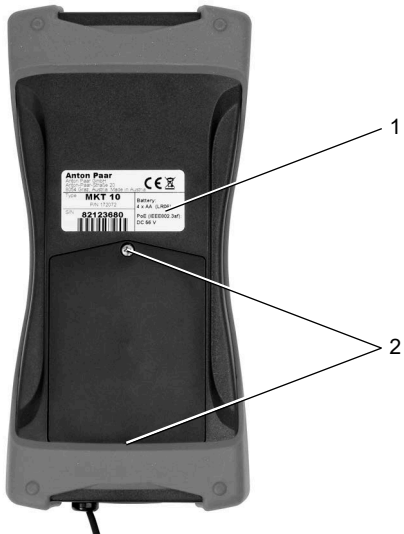

Abb. 2: Hinteransicht des Gerätes
1. Lösen Sie die zwei Schrauben M3x6, welche den Batteriefachdeckel halten (siehe Abb. 2), mit einem Phillips Schraubendreher PH1. Für die untere Schraube müssen Sie die rote Gehäusedichtung auf die Seite schieben.